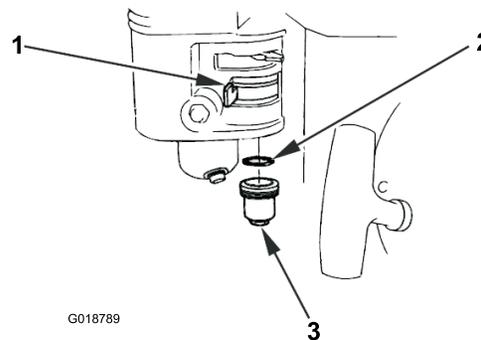

Figure 18
1. Amenez le robinet d'arrivée de carburant en position fermée, puis déposez la cuvette de décantation et le joint torique (Figure 18).